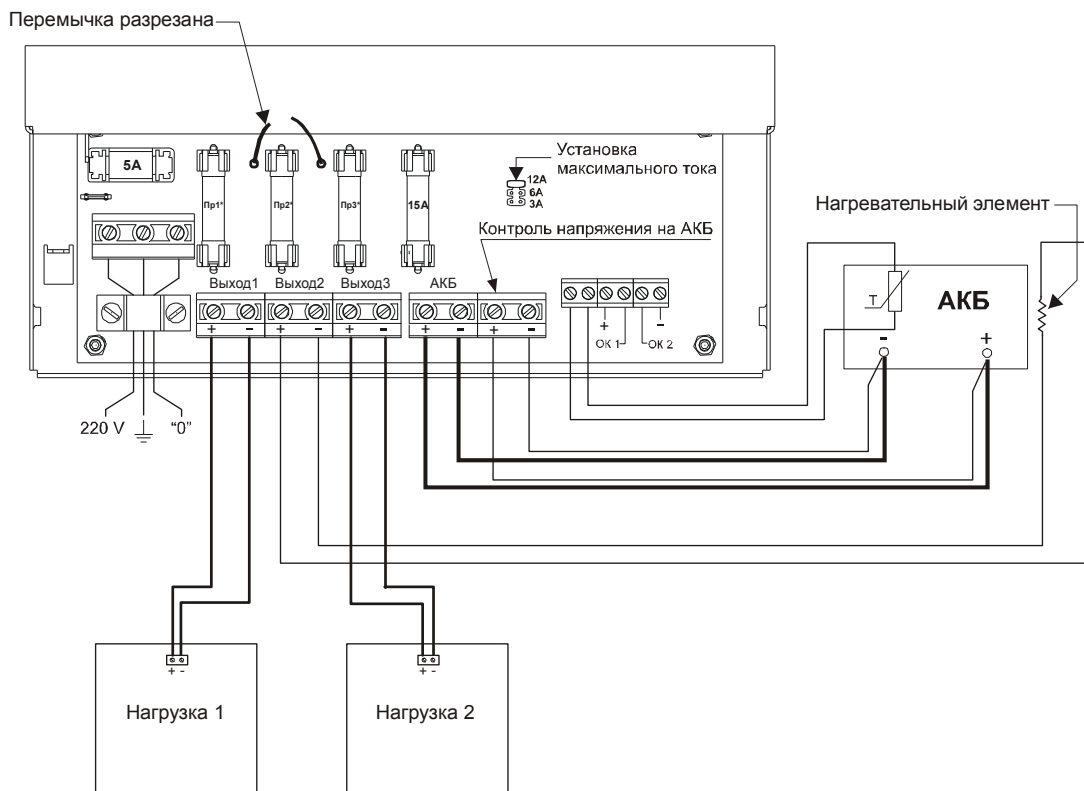

Рис.4
- ♦ Подключите, при необходимости, руководствуясь схемой подключения (рис.4), нагревательный элемент (не входит в комплект поставки) к контактам колодки «Выход 2», . Перережьте проводную перемычку поз.11 рис. 1. Оголенные концы провода изолируйте трубкой ПВХ Ø3.5 мм (входит в комплект поставки) или другим электроизолирующим материалом. Установите в держатель предохранителя по цепи «Выход 2» вставку плавкую 5А 250В (входит в комплект поставки). Закрепите нагрева-